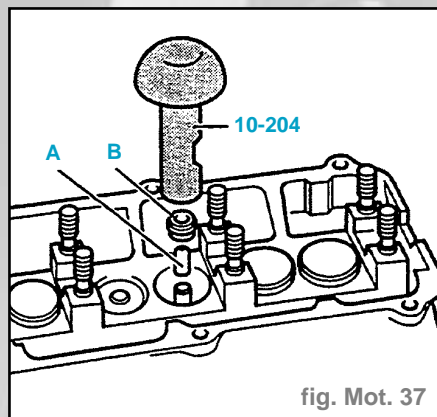

fig. Mot. 37
- Reposer les étanchements de tiges de soupapes (fig. mot. 37) :
• placer la douille plastique (A),
• huiler l'étanchement (B) puis le placer dans l'outil **10-204**,